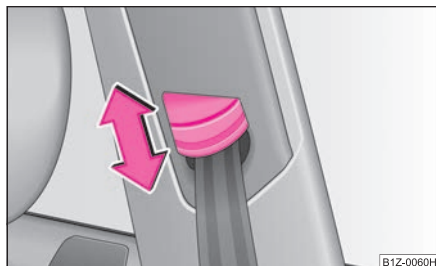

Fig. 162 Scaun față:
- Împingeți dispozitivul în poziția dorită în sus sau în jos ⇒ fig. 162.